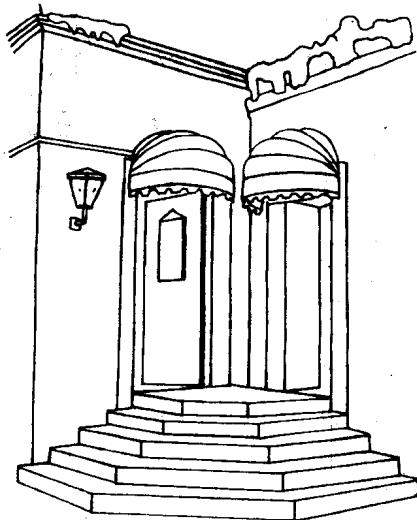

图 1-8 门厅壁灯
(1) 门厅灯和户外壁灯。门厅灯和户外壁灯主要安装在建筑物入口墙上或门院柱座上，作为夜间照明。户外门厅壁灯如图 1-8 所示。